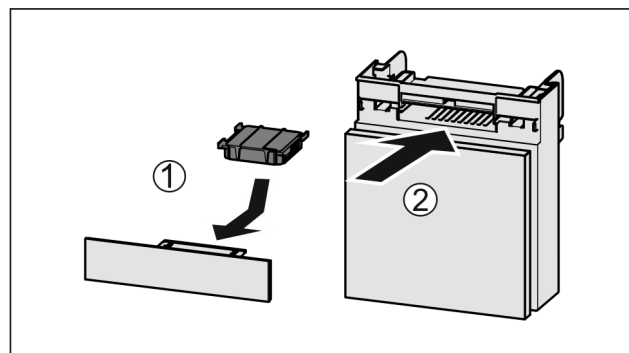

Fig. 99
- ▶ Anbring aktivkulfilteret som vis på billedet *Fig. 99 (1)*.
- ▶ Skub rummet ind *Fig. 99 (2)*.